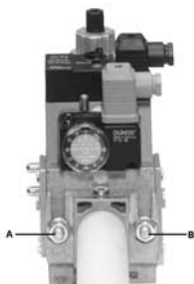

Рис. 8
- 1 - б) при фланцевых соединениях: между соседними компонентами устанавливать прокладку (1A..1E - Рис. 8), совместимую с используемым газом,
ВНИМАНИЕ: после монтажа газовой рампы согласно схеме на Рис. 8, необходимо провести тестирование на герметичность газового контура, согласно требований действующих нормативов.